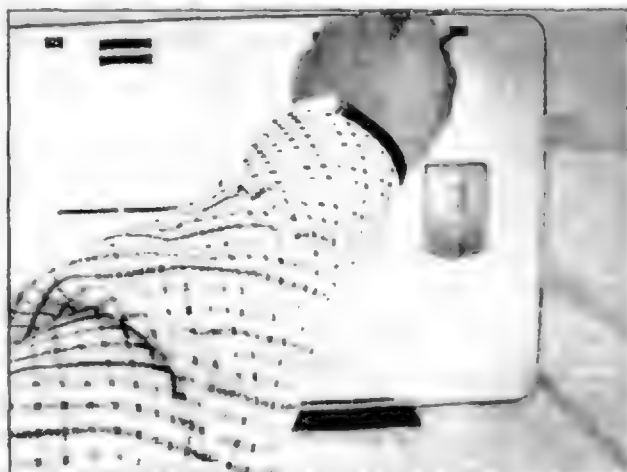

Рис. 2.6.6
- С помощью отвертки освобождают защитную панель испарителя (рис. 2.6.6).